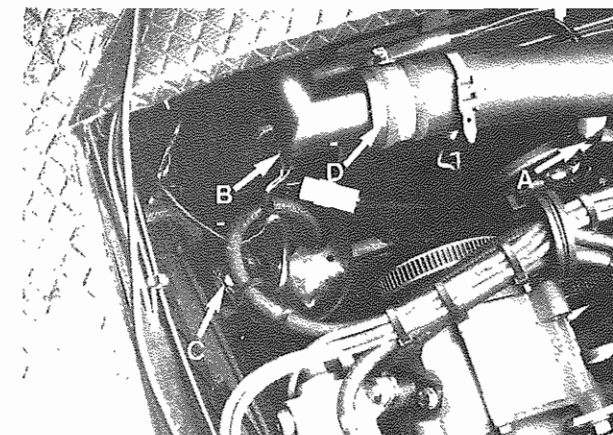

Fig. 8 - A - Elettroventole
- Smontare il serbatoio del vuoto C (**Fig. 8**) (solo vetture USA).
Elettroventole A (**Fig. 8**);
Rivelatore termometrico B (**Fig. 8**).
- Smontare il tubo mandata acqua D (**Fig. 8**).
- Disassembly vacuum tank C (**Fig. 8**) (only for USA cars).
Electrofans A (**Fig. 8**);
Thermometric detector B (**Fig. 8**).
- Remove water supply tube D (**Fig. 8**).